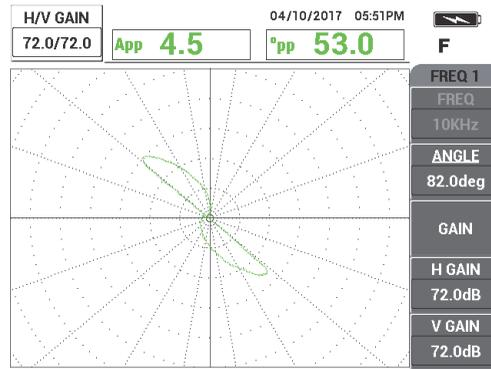

Figura 5-162 Ajuste de la ganancia de la frecuencia 1
4. Pulse la tecla **GAIN (dB)**; después, aumente la ganancia de frecuencia 1 hasta que la señal de la perforación alcance 6 divisiones verticales hacia arriba (en altura). Vea la Figura 5-162 en la página 264.